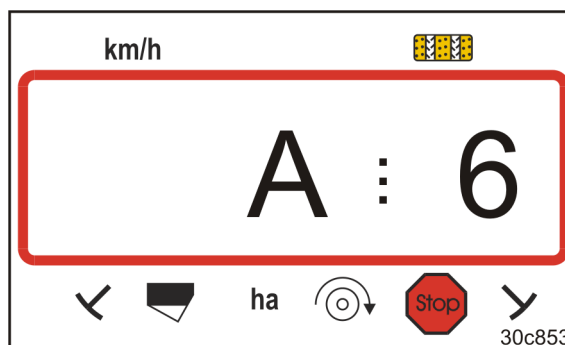

Рис. 32
- з'являється індикація (Рис. 32)